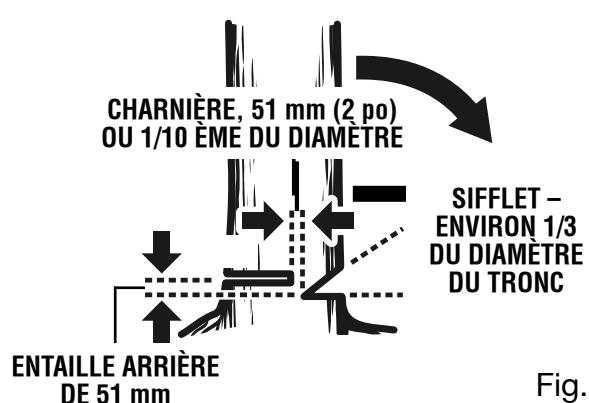

Fig. 14
pincement de la scie sous le poids du bois, toujours effectuer l'entaille inférieure en premier. *Voir la figure 14.*
- **Entaille d'abattage.** L'entaille d'abattage doit toujours être de niveau et horizontale et effectuée à au moins 51 mm (2 po) au-dessus de l'entaille horizontale du sifflet. *Voir les figures 14 et 15.*
- Ne jamais couper jusqu'au sifflet. Toujours laisser une épaisseur de bois d'environ 51 mm (2 po) ou 1/10ème du diamètre du tronc entre l'entaille d'abattage et le sifflet. Ceci s'appelle une « charnière ». Cette charnière contrôle la chute de l'arbre et empêche le tronc de glisse, de pivoter ou de basculer sur la souche. *Voir les figures 14 et 15.*